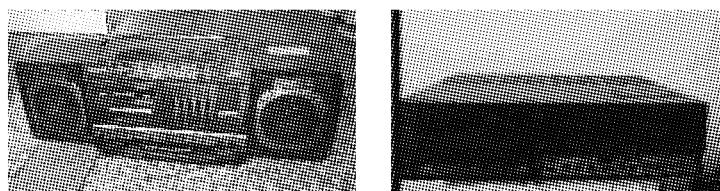

图 3-2 磁带录音机和磁带录像机
- 模拟式磁记录设备,如磁带录音机、磁带录像机(见图 3-2)。